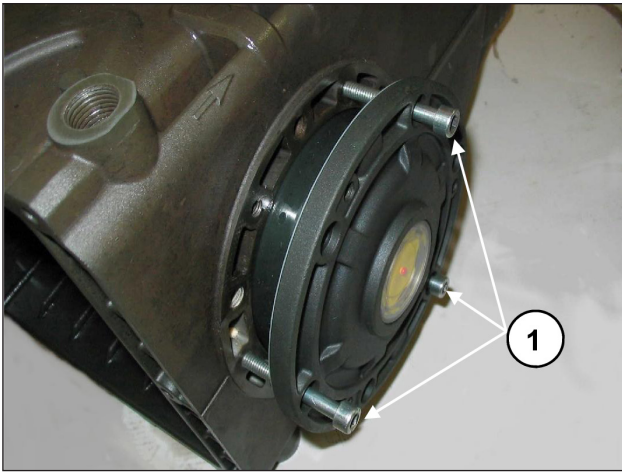

Abb. 8
Um das Einführen des ersten Abschnitts und das Einsetzen der Deckel und des Flanschs am Gehäuse zu erleichtern, sollten Sie 3 Schrauben M6 x 40 mit Teilgewinde (Abb. 8, Pos. ①) zu Hilfe nehmen und den Vorgang dann anhand der mitgelieferten Schrauben abschließen.